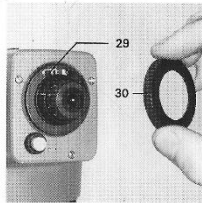

Fig. 14 Corrección de la línea de puntería
4.3.2 Corrección de la línea de puntería (fig. 14)